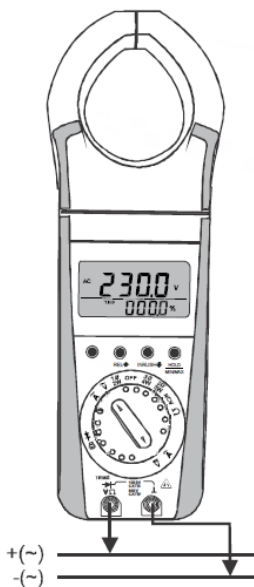

Fig 8.1 Misura di tensione su impianti elettrici fino a 1000V.
- Collegare i puntali come mostrato in fig 8.1. Il simbolo “⊥” la boccia a potenziale più basso disponibile.